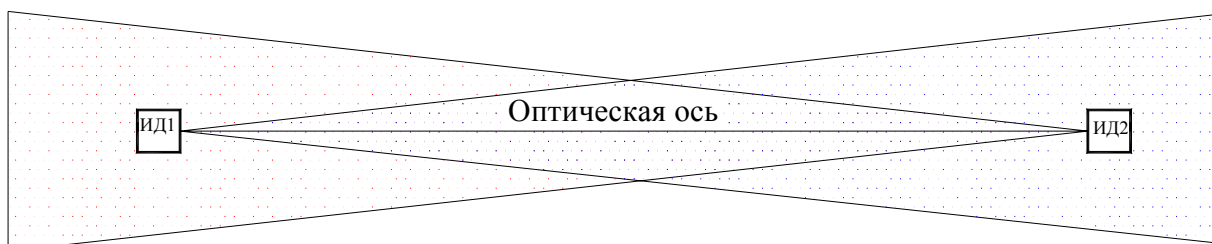

Рис. 1.7 Встречное включение извещателей
- при встречном включении необходимо максимально совместить оптические оси ИД1 и ИД2 в соответствии с рис.1.7, для этого извещатели установить на одинаковой высоте (примерно 2...2,5м) и провести их юстировку в вертикальной и горизонтальной плоскостях таким образом, чтобы противоположный извещатель оказался в центре зоны обнаружения;